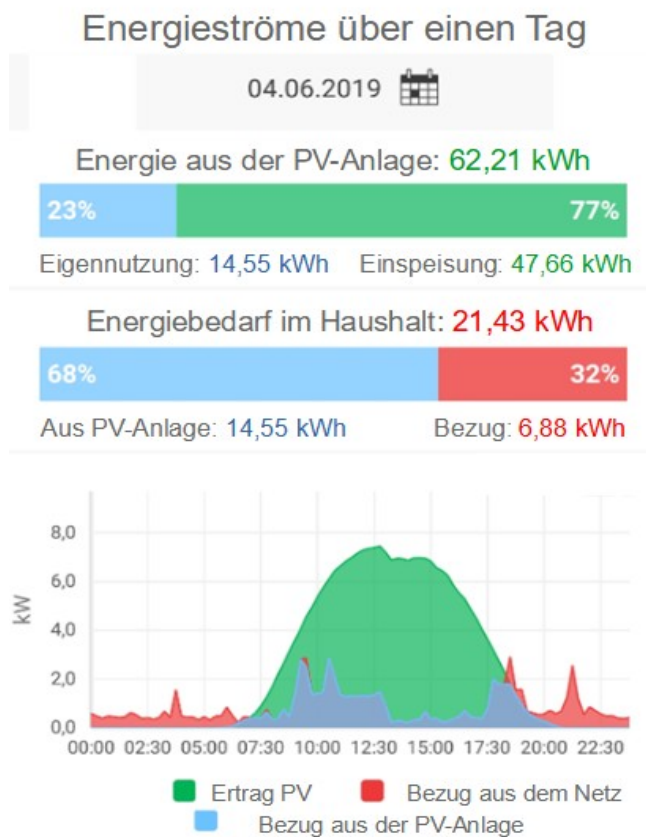

Bild 3:
Wenn heute jede vom Energieversorger bezogene Kilowattstunde netto mindestens 35 ct kostet, man jedoch für die Volleinspeisung der Energie aus der PV-Anlage nur 8,6 ct/kWh erhält, dann lohnt es sich, möglichst viel der Energie aus der PV-Anlage im eigenen Haus zu nutzen. Am realen Beispiel eines Haushalts mit einer PV-Anlage der Spitzenleistung 10 kWp wird im nachfolgenden Bild 3 für einen schönen Sommertag gezeigt, welche Energiemengen die PV-Anlage über den Tag hinweg liefert, was laufend für die Geräte im Haus gebraucht wird und welchen Anteil davon die Energie aus der PV-Anlage decken kann. Das sind im Beispiel 68 %.
**Hinweis 6:** *Moderne Monitoring-Systeme im Wechselrichter erledigen die genannten Berechnungen automatisch. Sie erfassen dazu fortlaufend die Werte aller Zähler und erlauben die Darstellung aller interessierenden Größen (siehe zum Beispiel Bild 3) auf dem Smartphone, Tablet oder PC. Die Monitoring-Software wird von den meisten Wechselrichter-Herstellern kostenlos zur Verfügung gestellt.*